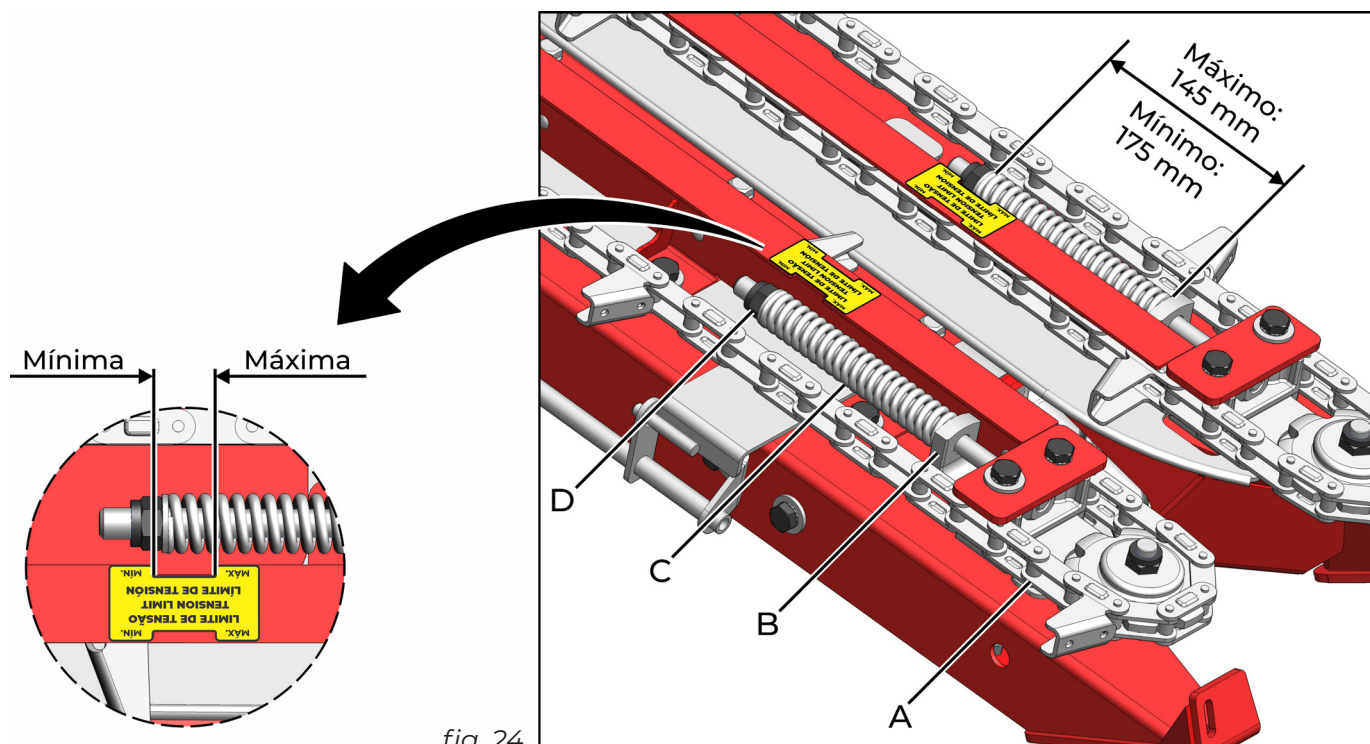

fig. 24
A corrente (A) (fig. 24) possui uma tensão, esta deve se manter entre a mínima e a máxima, conforme figura 24.